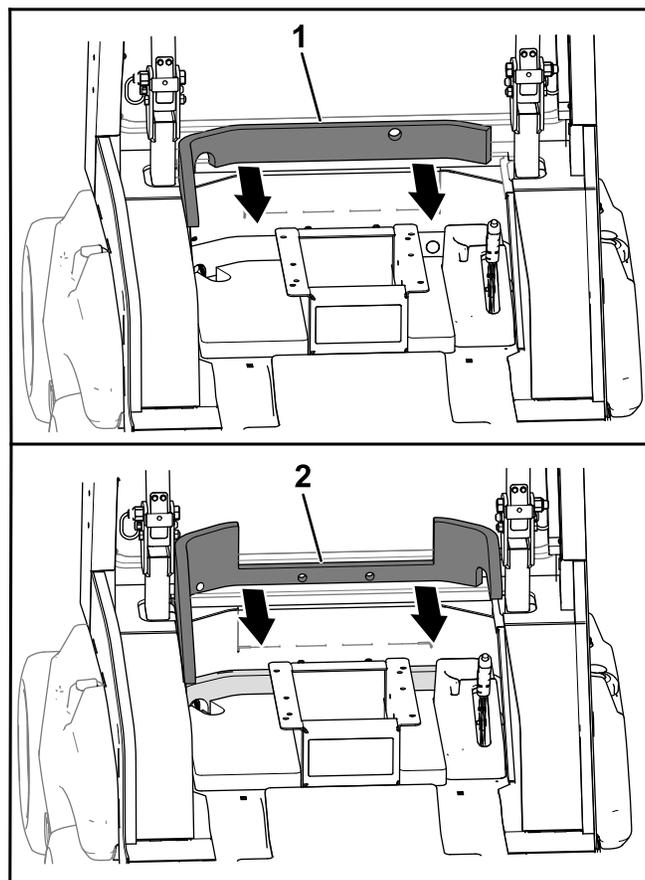

Figura 17
- 1. Remova a película posterior e instale a almofada do corta-vento inferior (Figura 17).
- 2. Remova a película posterior e instale a almofada do corta-vento superior (Figura 17).